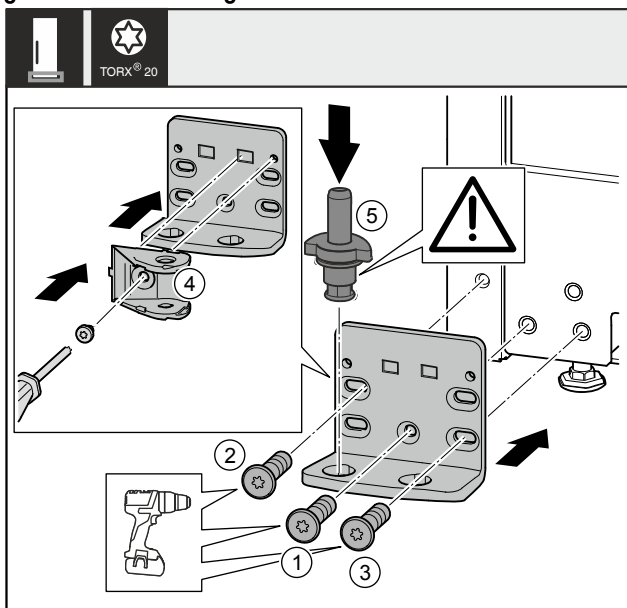

Fig. 36 *
- Pange laagripukk teisel küljel kohale ja kruvige kruvikeeraja abil külge. Alustage kruviga Fig. 36 (1) alt keskelt.*
- Keerake kruvi Fig. 36 (2) ja kruvi Fig. 36 (3) kinni.*
- Pöörake sulgemisamortisaatori ühendust Fig. 36 (4) 180°. Kruvige laagripuki teisel küljel kruvikeerajaga külge.*
- Pange laagripolt Fig. 36 (5) täielikult sisse. Pöörake seejuures tähelepanu sellele, et fiksaatornukk osutab tahapoole.*